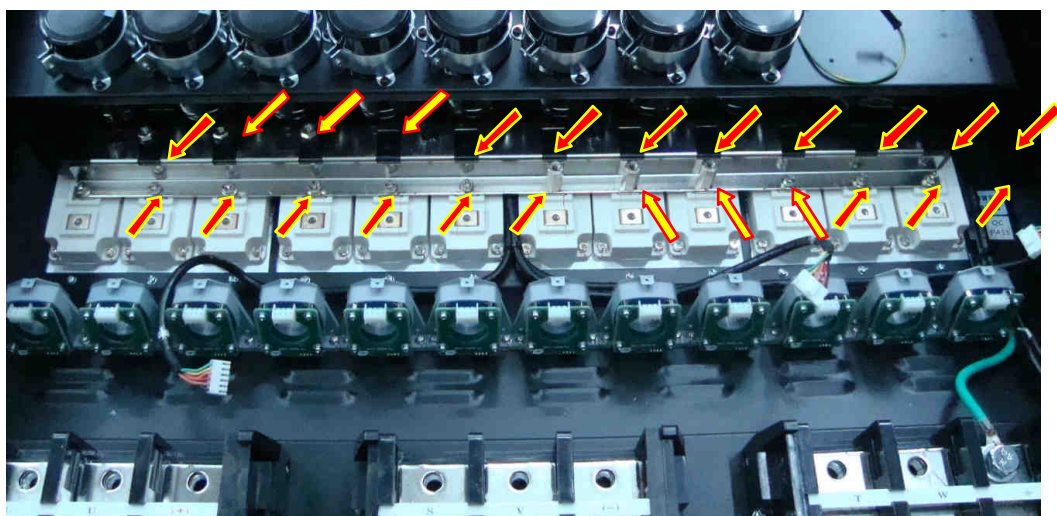

Рис. 6.17.
6.11.1. Выкрутить 18 винтов крепления шин блока конденсаторов к модулям IGBT (рис. 6.17, красные стрелки) и 6 резьбовых стоек (рис. 6.17, желтые стрелки). Положить винты и стойки в тару.